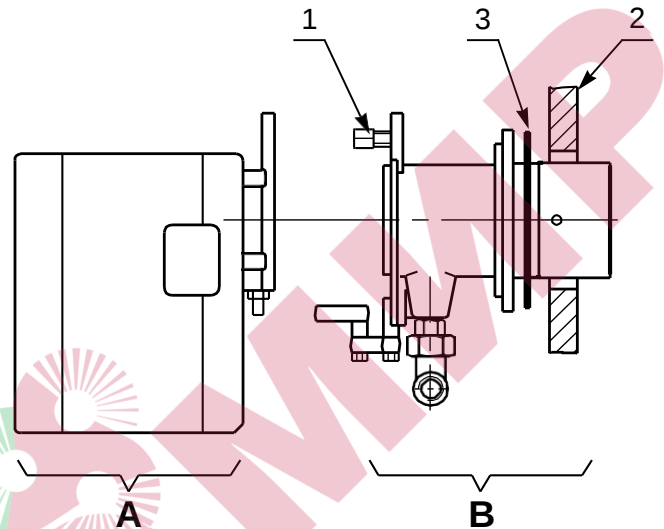

рис. 10
-Отсоедините головку сгорания в сборе от корпуса горелки, открутив гайку 1) и сняв группу А) (рис. 10).
-Закрепите группу В) (рис. 10) на плите 2) котла, вставив прилагаемую изолирующую прокладку 3).